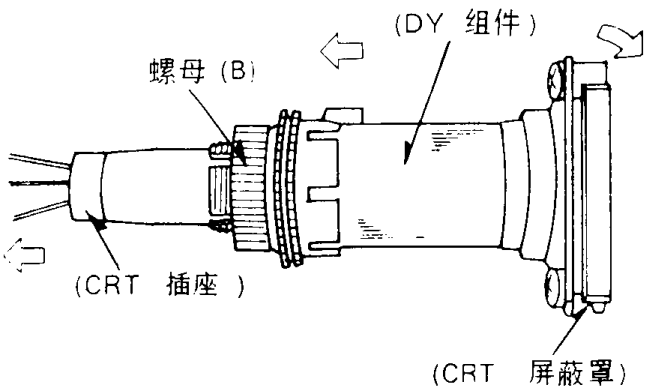

图 2-23
- (4) 转动螺母 B, 然后按图 2-23 所示方向拉出偏转线圈组件(DY 组件), 取下它。
- (5) 重新组装时按与上述相反的步骤进行。